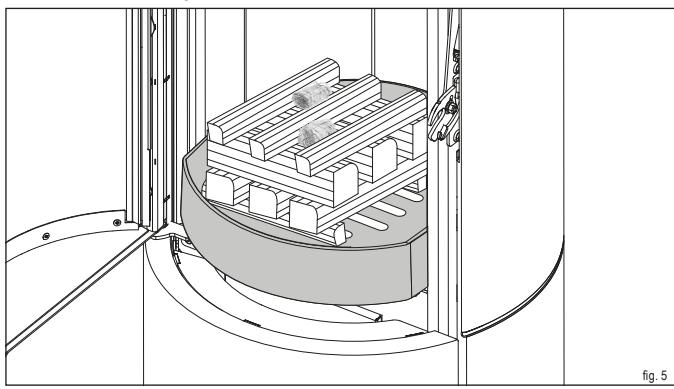

fig. 5
- Collocare i ceppi di legno al centro della griglia in ghisa nella camera di combustione (fig. 5):
- collocare i primi 2 (2) in obliquo rispetto alla lastra della camera di combustione in corrispondenza dell'estremità anteriore e posteriore della fessura della graticola
- collocare i 3 seguenti (1) seguendo la lunghezza della lastra della camera di combustione sui primi due pezzi
- i seguenti 3 (1) in senso longitudinale sopra di essi
- i seguenti 3 (2) in senso longitudinale sopra di essi
- gli ausili accendifuoco (3) al centro tra i due ceppi di legno superiori